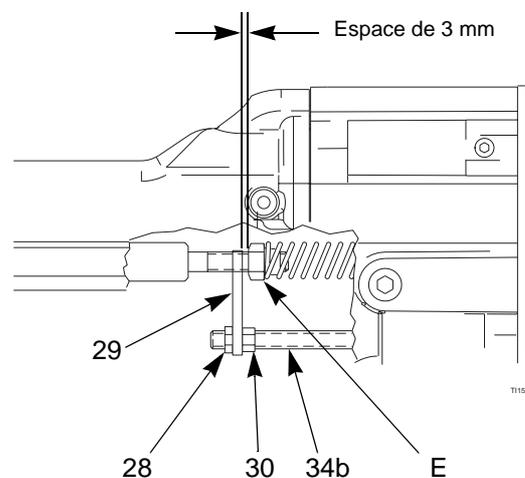

Fig. 27. Réglage de la tige de commande
2. Mettre les éléments en place de façon à laisser un espace d'environ 3 mm entre la tige de commande (29) et l'écrou de la tige de presse-étoupe produit (E) pour que l'air d'atomisation puisse agir avant le produit. Voir Fig. 27.
3. Serrer l'écrou de réglage (30) contre la tige de commande (29). Vérifier si l'espace est toujours de 3 mm. De plus, l'aiguille-électrode doit pouvoir effectuer une course de 3 à 4 mm quand le pistolet est actionné. Régler la position de l'écrou de blocage pour obtenir ces cotes.
5. Remonter le capotage (2) et le chapeau d'air (3), page 34.